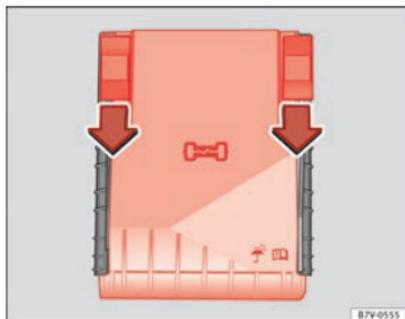

Abb. 203 Im Motorraum: Abdeckung des Sicherungskastens.
- Verriegelungstasten in Pfeilrichtung nach vorn schieben, um die Abdeckung des Sicherungskastens zu entriegeln ⇒ Abb. 203.